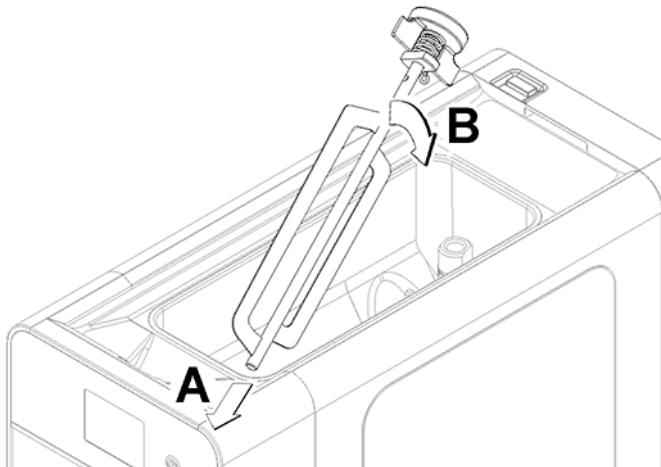

figura 29
- 7** Montar el mezclador juntos teniendo cuidado de insertar los extremos en las ranuras en la cuenca alta.(ver figura 29)